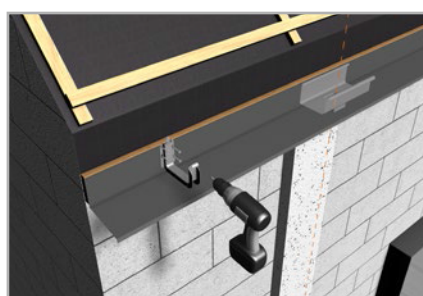

fig. 6
- 3.11 Următorul pas îl constituie montarea cârligelor speciale frontale care constituie totodată stelajul măștii. Stabiliți mai întâi poziția inițială și finală a nivelului de jgheaburi și înșurubați cârligele extreme (**fig. 6**)